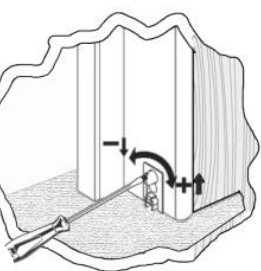

Fig. d4
- Svitare il perno in senso antiorario per far abbassare e avvitare in senso orario per far alzare il para-aria dal pavimento, come illustrato in fig. d4, in modo che il para-aria scenda solo a porta quasi completamente chiusa per evitare eccessiva usura della gomma.
- Unscrew the bolt anti-clockwise to lower and screw it clockwise to raise the weatherstrip, as shown in fig. d4, so that the draft excluder lowers only when the door is almost completely closed. This will avoid excess wear of the seal.
- Dévisser le pivot dans le sens contraire des aiguilles d'une montre pour faire baisser la plinthe et visser dans le sens des aiguilles d'une montre pour soulever la plinthe par rapport au sol, comme l'illustre la fig. d4, de façon à ce que la plinthe ne descende que si la porte est presque complètement fermée, pour éviter une usure excessive du joint.